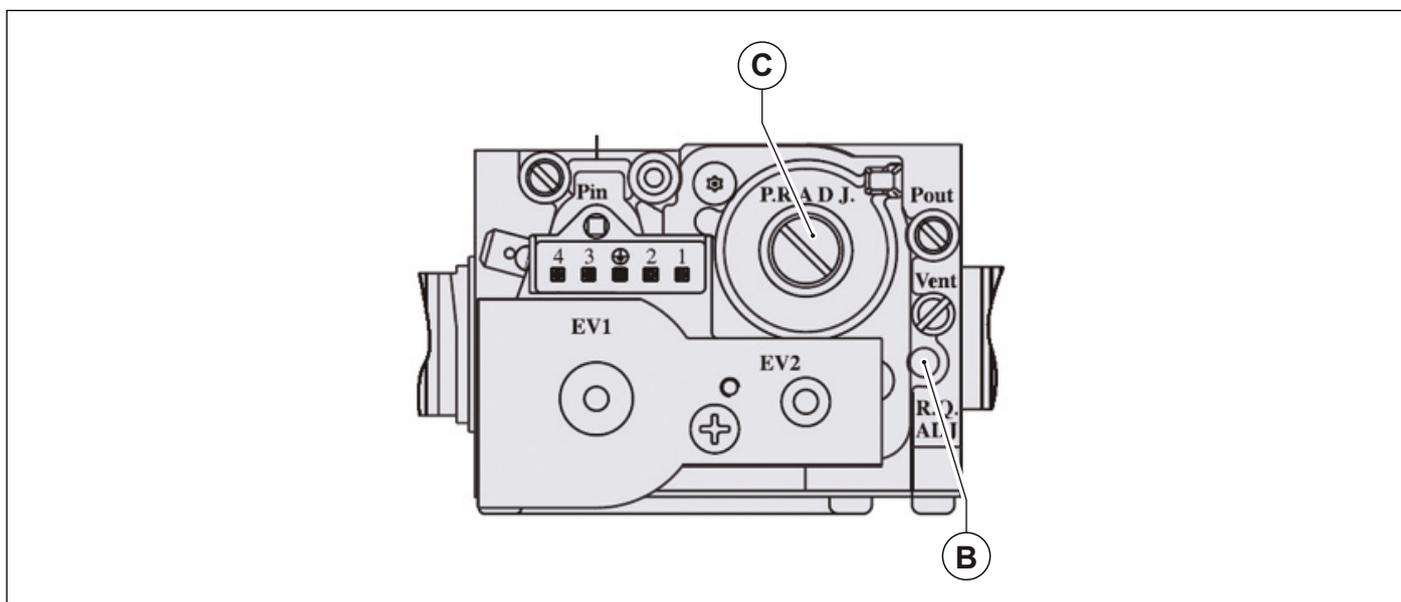

Abb. 32 Einstellen des Gas-Kombiventils
- Den CO₂ Wert mit einem Abgasanalysegerät messen und anpassen, an der kleinen Einstellschraube **B** an dem Gas-Kombiventil einstellen (siehe Abb. 32 Einstellen des Gas-Kombiventils) die Abgaswerte überprüfen/anpassen, siehe Tab. 20 CO₂-Werte. Das Gerät im Schornsteinfegerbetrieb belassen und zum nächsten Schritt „Einstellen der min. Brennerleistung“, übergehen.
- Den CO₂-Wert mit einem Abgasanalysegerät messen und anpassen, die Einregulierung der Gasmenge min. findet an der großen Schraube **C** des Gas-Kombireglers statt, Grenzwerte (siehe Abb. 32 Einstellen des Gas-Kombiventils) die Abgaswerte überprüfen/anpassen, siehe Tab. 20 CO₂-Werte.